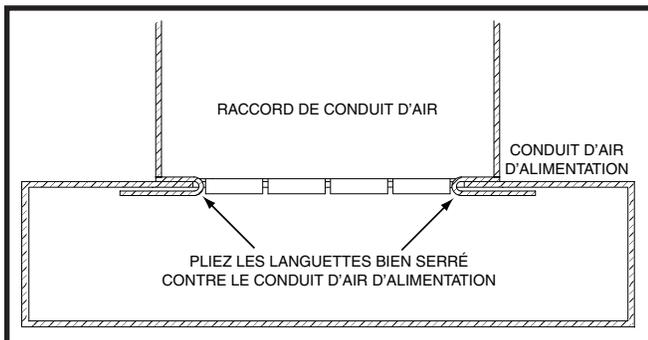

Figure 10. Languettes du raccord de conduit
- Pliez les deux languettes vers le haut de 90° sur la plaque de montage. Consultez la Figure 10 (page 8).